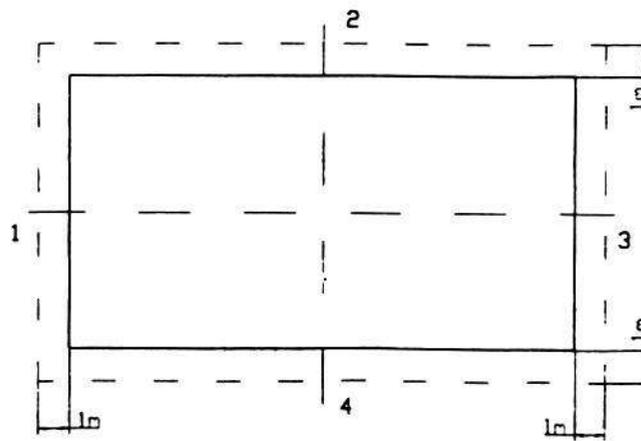

Figura 8
Establezca el ambiente de operación con base en las ordenanzas y normas locales. Opere el equipo a la velocidad más alta clasificada pero sin carga. Mida el ruido en los cuatro puntos como lo indica la figura 8. Un (1) metro desde el contorno de la máquina en la línea central transversal y Un metro y medio (1.5) metros hacia arriba desde el piso. El ruido de la máquina es el promedio de los ruidos en los cuatro puntos, esto debe ser de 80dB. (Vea la figura 8).